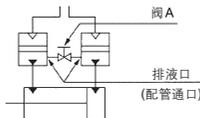

图7
- 使用两侧液压油的场合,油缸动作时,由于有微小的滑动漏油,一侧转换器的油增多,另一侧转换器的油会减少。作为对策,可采用图7所示回路。打开阀A,让增减的油面恢复原状,进行转换器的油面管理。